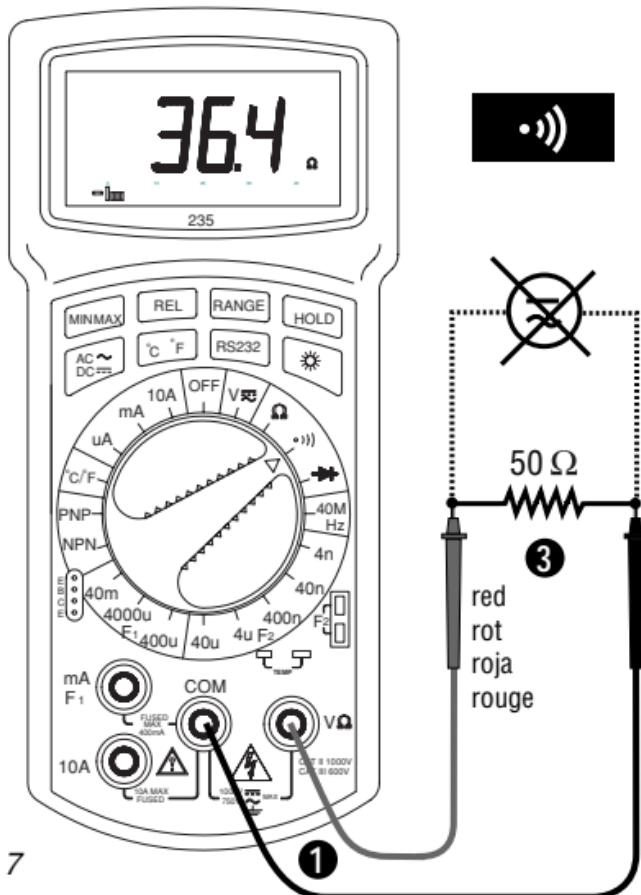

Fig. 7
CONTINUITY TEST (See Fig. 7)
D • Durchgangstest (siehe Fig. 7)
Bei Durchgang wird ein Dauerton abgegeben. ① Meßkabel gemäß Fig. 7 mit dem Gerät verbinden. ② Wahlschalter auf stellen. ③ Meßkabel mit dem Schaltkreis verbinden. ④ Ein Dauerton wird abgegeben bei Widerstand unter 40 Ohm.